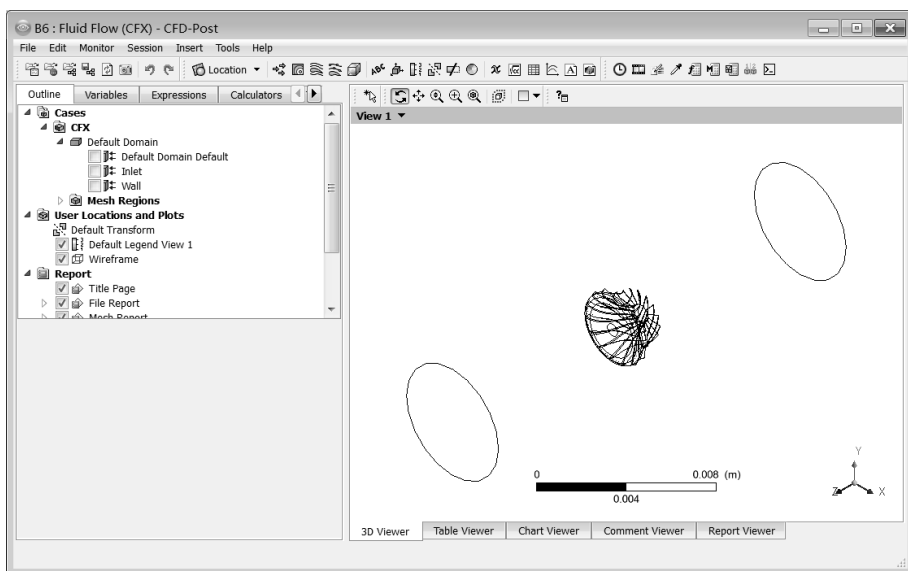

图 17-70 后处理界面
Step1：返回 Workbench 主界面后，双击项目 B 中的 B6 (Result) 栏，此时会出现如图 17-70 所示的 CFD-Post 平台。